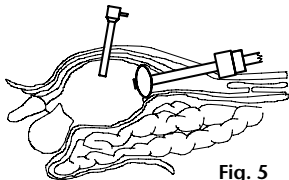

Fig. 5
- Una vez que el espacio extraperitoneal se encuentra correctamente preparado, se purga el aire del balón de dilatación retirando el endoscopio y abriendo la llave de inflado. Si es necesario, también puede utilizar la conexión de aspiración negra de la bomba de balón para evacuar el aire. A continuación, retire con cuidado el sistema de balón de dilatación (bilateral) de PAJUNK® y sustitúyalo por un sistema de trocar de PAJUNK®, un sistema de balón estructural o de anclaje anular de PAJUNK® o cualquier otro instrumento adecuado (fig. 5).